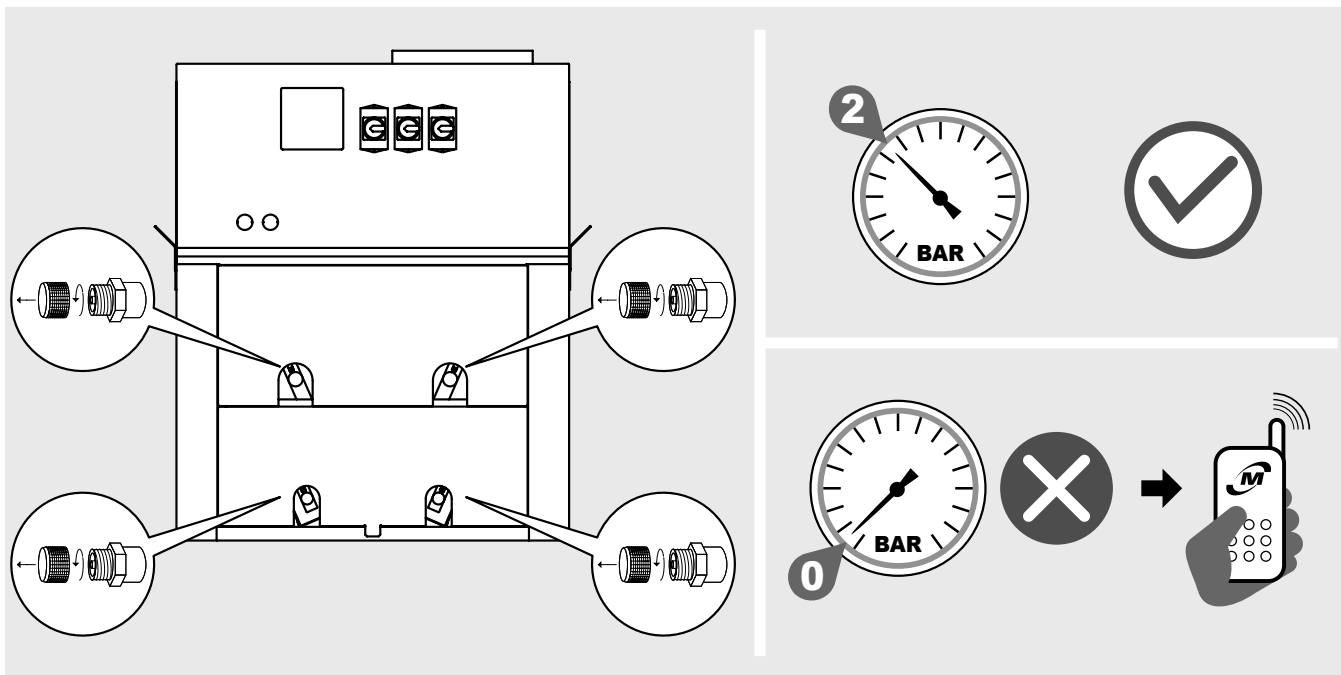

Abbildung 2
- 4.2 Die Verflüssiger (PRV) und Gaskühler (PRV*.*) werden mit einer 2 bar Trockenluftvorspannung geliefert und haben 1/4" SAE Füllanschlüsse. Überprüfen Sie das Vorhandensein von Druck, liegt kein Druck vor, sofort Modine kontaktieren und das Problem auf dem Transportdokument vermerken. Da es kein Druck mehr gibt, bedeutet dass, ein Schaden während der Transport passiert ist. Beachten Sie "Abbildung 2": Bei einigen Modellen kann die genaue Position der Anschlüsse auch auf Wunsch des Kunden variieren.